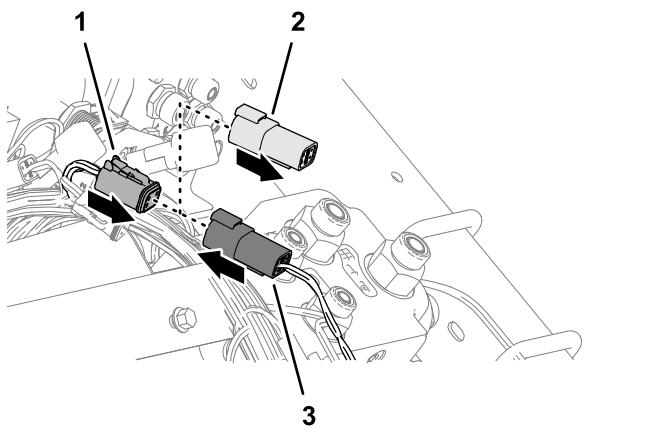

Figura 92
- Remova o tampão do conector da cablagem GeoLink de 4 tomadas identificado com CAN 1 ISOBUS (Figura 92).
conector de 4 tomadas identificado com CAN 1 ISOBUS (Figura 92).